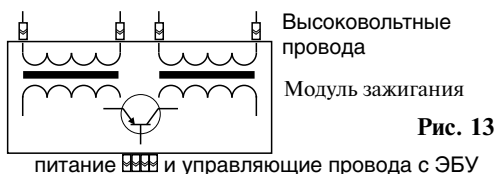
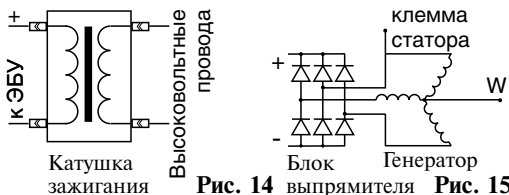

Рис. 13
Рис. 14
**Инжекторный двигатель** - желтый провод выведите под капот и подключите к управляющему проводу модуля зажигания, рис. 13, или коммутируемому проводу катушки зажигания, рис. 14. Также возможно подключение к коммутируемому проводу форсунки, рис. 16.